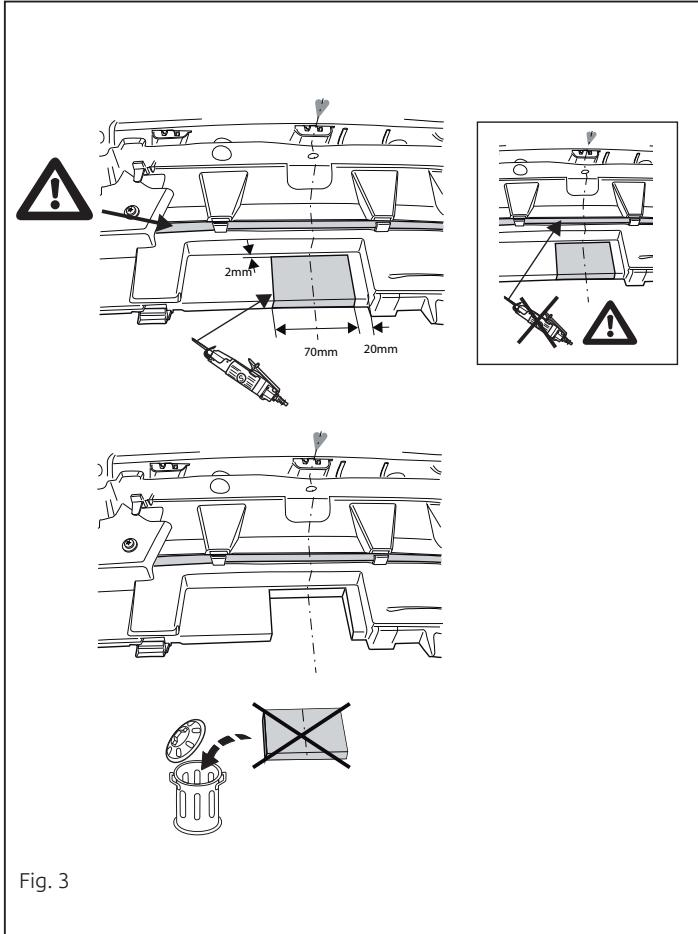

Fig. 3
10. Выпилить часть из бампера в середине снизу, как указано на рис.3.